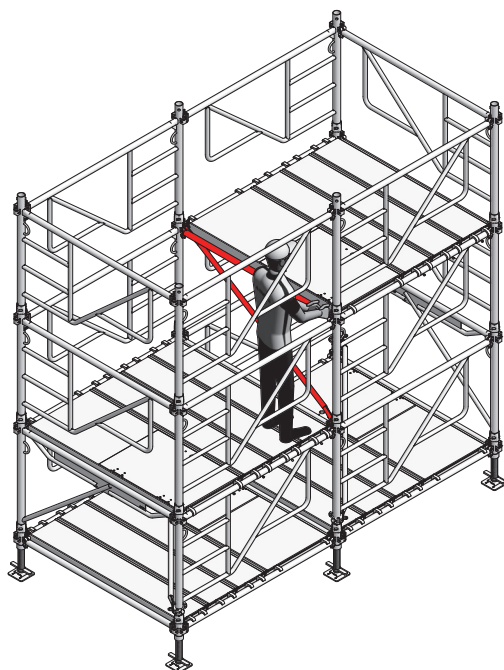

Fig. 18.3
18. Poser le contreventement entre les tours (Fig. 18.3).